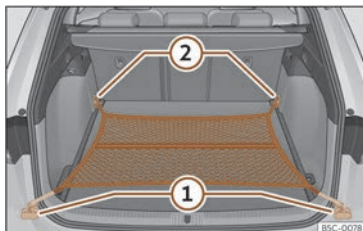

Fig. 128 No maleteiro: bolsa de rede enganchada case tocando o piso.
- Fixe os ganchos da rede nas argolas de amarre ① e ②»» fig. 128 »» ⚠. A cremalleira da bolsa ten que quedar cara arriba.